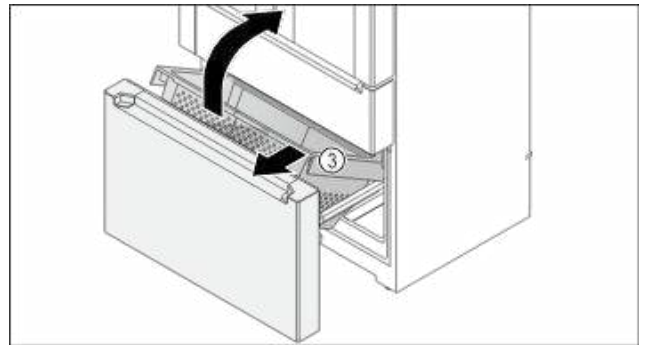

Fig. 151
- Behälter Fig. 151 (3) vorne hochheben.
- Behälter Fig. 151 (3) schräg nach vorne entnehmen.